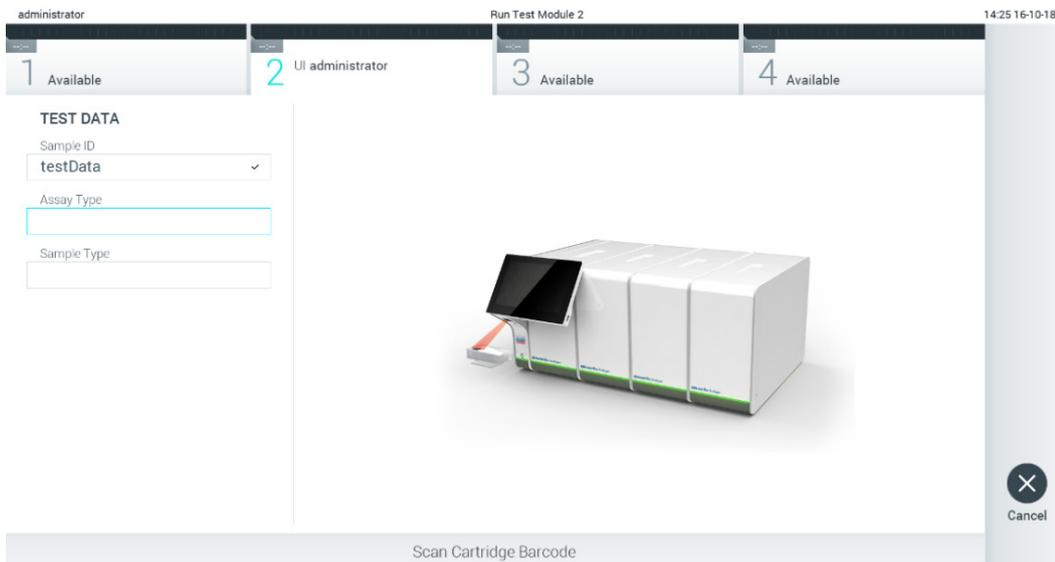

Figure 24. Lecture du code à barres de la cartouche de dosage QIAstat-Dx.
3. Lorsque vous y êtes invité, lisez le code à barres de la cartouche de dosage QIAstat-Dx à utiliser. Le QIAstat-Dx Analyzer 1.0 reconnaît automatiquement le dosage à effectuer, en fonction du code à barres de la cartouche de dosage QIAstat-Dx (figure 24).